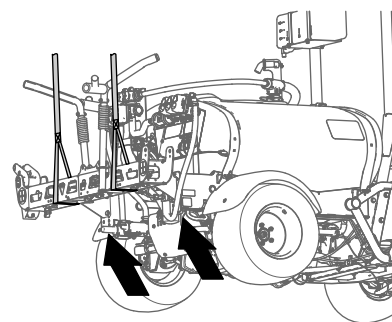

Figura 48
- Sujete la sección de fumigación central con un equipo de izado de la capacidad especificada (Figura 48).